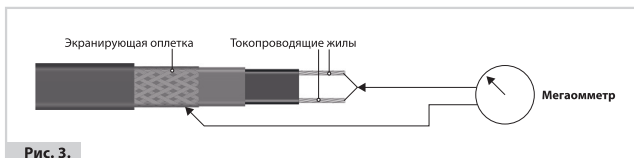

Рис. 3.
- 4.14. Кабели имеют температурно-зависимое сопротивление и данные о о величине сопротивления не являются достоверным ориентиром для определения присоединённой нагрузки. По этой причине кабели проверяются только на сопротивление изоляции нагревательного элемента (измерение производится между токоведущими жилами и экранирующей оплёткой кабеля) и сопротивление оболочки кабеля (измерение производится между экранирующей оплёткой кабеля и контуром заземления) (см. рис. 3).